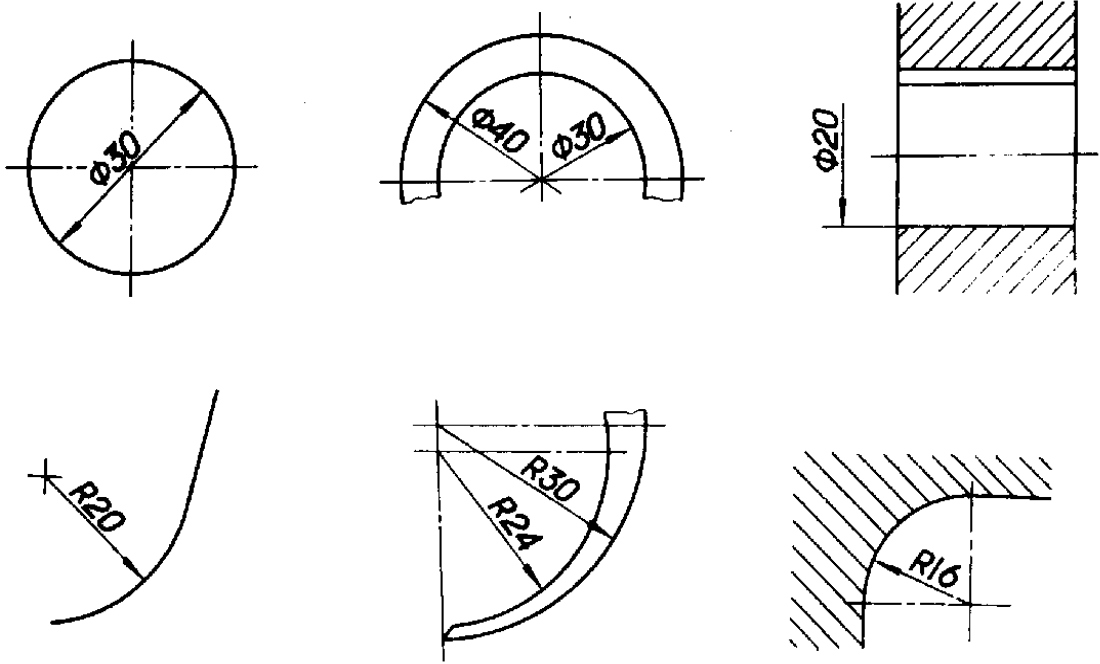

图 12
2.2.3 圆的直径和圆弧半径的尺寸线的终端应画成箭头，并按图12所示的方法标注。